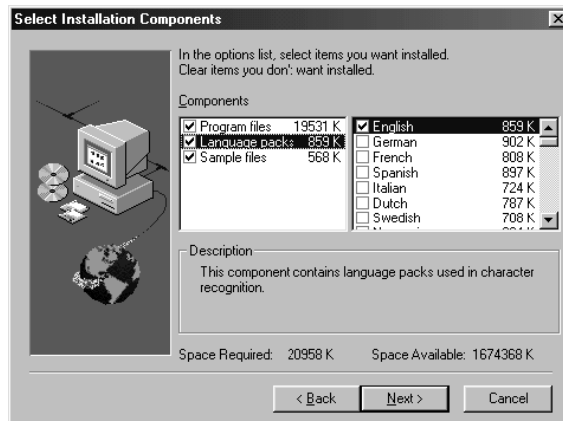

Figura 12: Selezione delle lingue
- Fare clic su "Language packs" per selezionare quali lingue deve riconoscere il Text Bridge durante l'operazione di conversione. (vedere la figura 12).